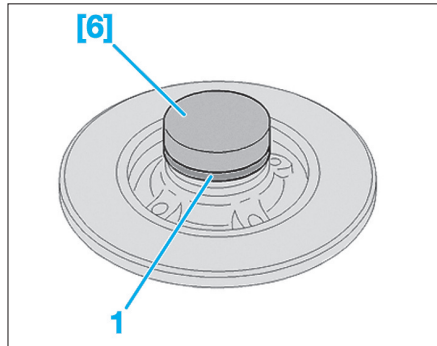

Fig. 56
- Poser un circlip neuf (2) de maintien du roulement dans son logement.
- Positionner la cible d'antiblocage de roue (1) sur le moyeu disque de frein arrière (Fig.56).